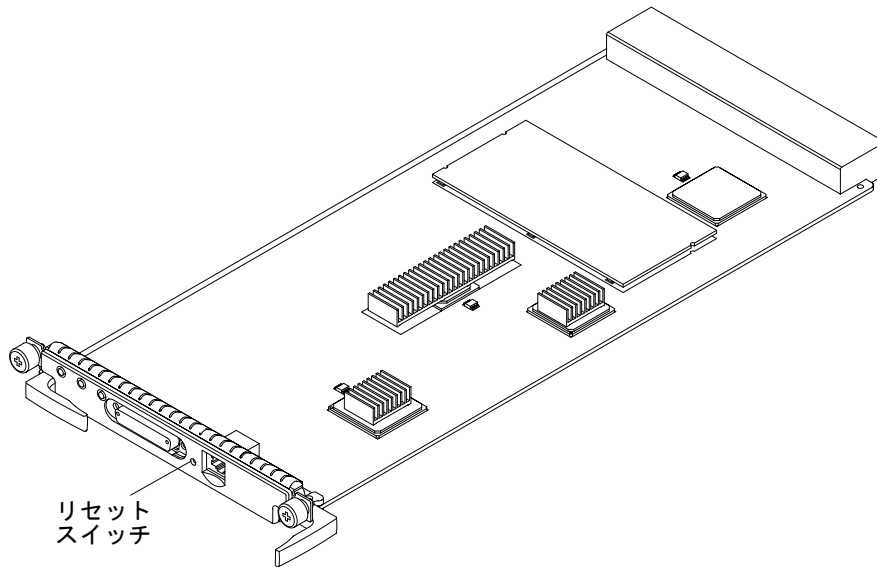

図 7-7 システムコントローラボードのリセットスイッチ
- ペンの先端でリセットスイッチ (図 7-7) を押し、システムコントローラボードをリセットして再起動します。